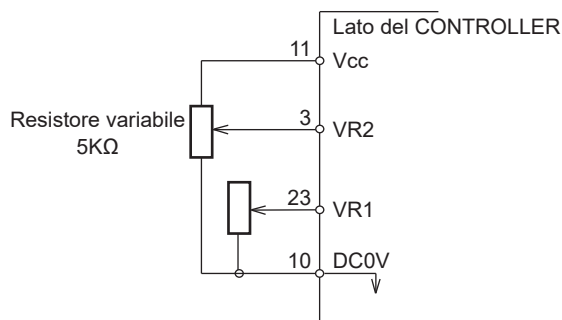
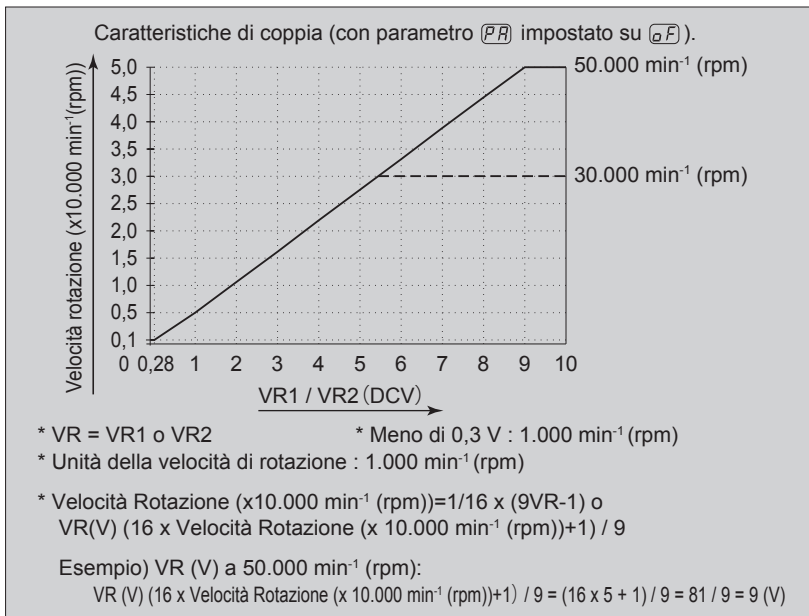

Fig. 25
Fig. 27
④ Segnale di controllo velocità del motore
La velocità di rotazione è selezionabile applicando un segnale analogico a VR1 e VR2. Per i collegamenti consultare le figure 25 e 26. Per la relazione tra la velocità del motore e la "Tensione di controllo velocità del motore (VR)" consultare le figure 27 e 28.